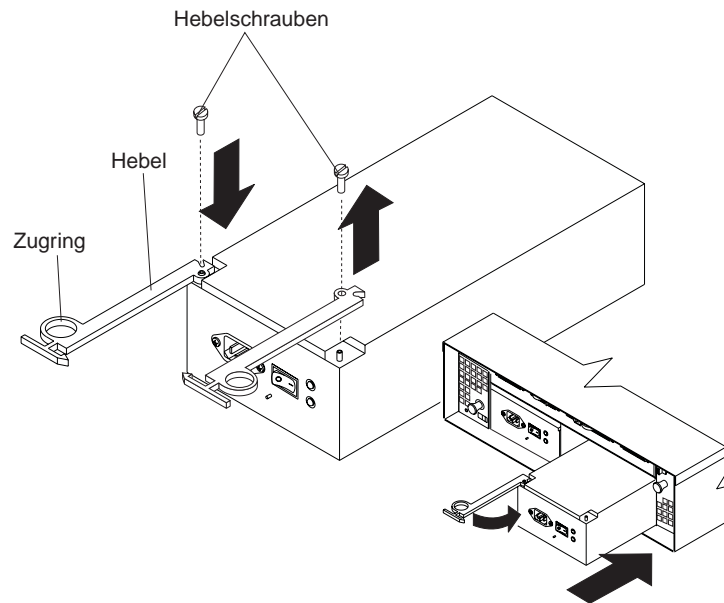

Abbildung 40. Netzteilhebel bewegen und fehlerhaftes Hot-Swap-Netzteil austauschen
**Anmerkung:** Wenn Sie das fehlerhafte Netzteil austauschen, achten Sie darauf, dass der neue Netzteilhebel mit der Seite des Netzteils in der Mitte der Erweiterungseinheit verbunden ist. Wenn dies nicht der Fall ist, entfernen Sie die Hebelschrauben, drehen den Hebel um und ziehen die Schrauben an der gegenüberliegenden Seite an, wie in Abb. 40 dargestellt.
- a. Schieben Sie das Netzteil in die Erweiterungseinheit. Achten Sie darauf, dass der Hebel herausgezogen ist, wenn Sie das Netzteil in die Erweiterungseinheit schieben (siehe Abb. 40 auf Seite 52).